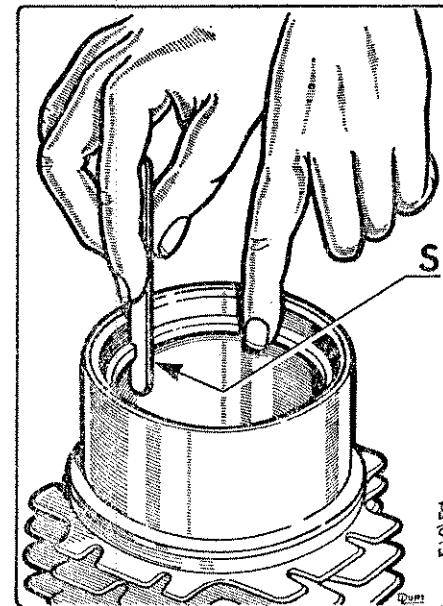

Fig. 19 - CONTROLLO DEL GIOCO DEI SEGMENTI
**SEGMENTI.** — Per controllare i segmenti si infilano nella parte inferiore del cilindro e si verifica che la distanza S) fra le due estremità, in corrispondenza del taglio (Fig. 19), non sia superiore a